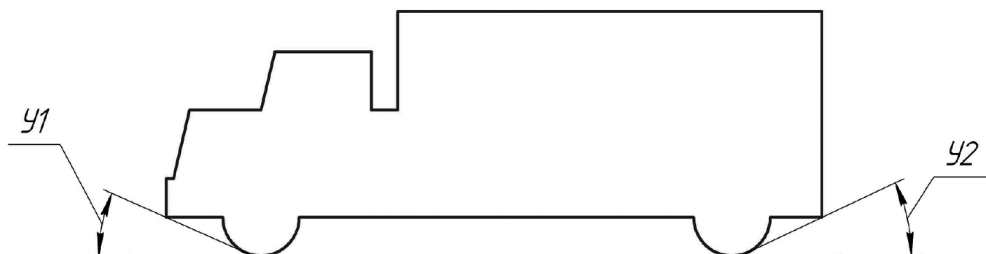

Рисунок 2.
2.4.8 Передний и задний углы свеса (γ_1 и γ_2) взвешиваемого транспортного средства (см. Рисунок 2), при использовании весов с пандусами, не должны быть меньше 12° .